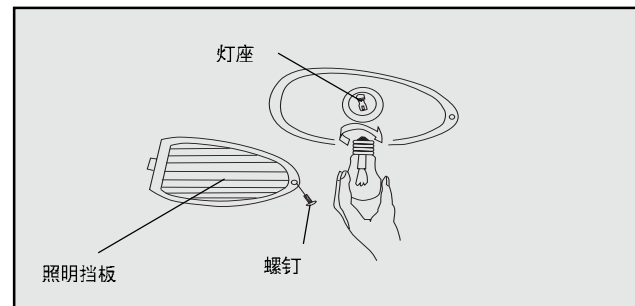

图8
- 2、用螺丝刀旋开照明挡板的固定螺钉，拿下照明挡板（见图8）；